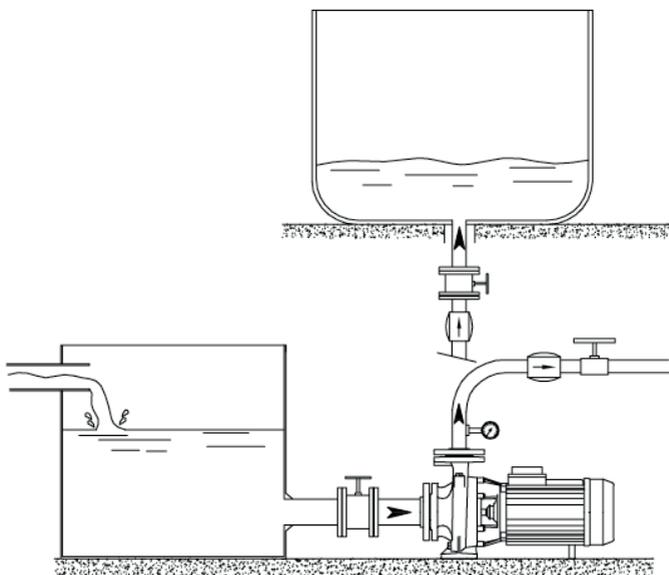

Fig. 3
- IPenchez-vous à l'entrée de la pompe pour éviter les bulles d'air qui peuvent obstruer l'amorçage ou provoquer un non amorçage. Si la pompe fonctionne dans des conditions d'aspiration, insérez un clapet de pied avec un filtre; Si vous installez une pompe auto-amorçante, le clapet de pied peut être remplacé par un clapet anti-retour monté directement sur l'ouverture d'aspiration. Pour que la pompe motorisée fonctionne correctement, l'extrémité du tuyau d'aspiration doit être immergée dans l'eau à une profondeur d'au moins deux fois le diamètre du tuyau. Pour une opération sous la tête, insérez une porte verrouillable.-Fig. 3-
La conduite d'écoulement doit être équipée d'un clapet anti-retour (placé en amont pour protéger la pompe des coups de bélier et empêcher le reflux à travers le rotor) et d'une vanne de régulation (placée en aval pour contrôler le débit, la tête et la puissance absorbée). -figure. 3-. Pour les pompes auto-amorçantes à moteur, pour des hauteurs d'aspiration auto-amorçantes considérables (supérieures à 5 m, mais en tout cas inférieures à 9 m), le tuyau d'écoulement doit avoir une section droite et verticale d'au moins 1,0 m.